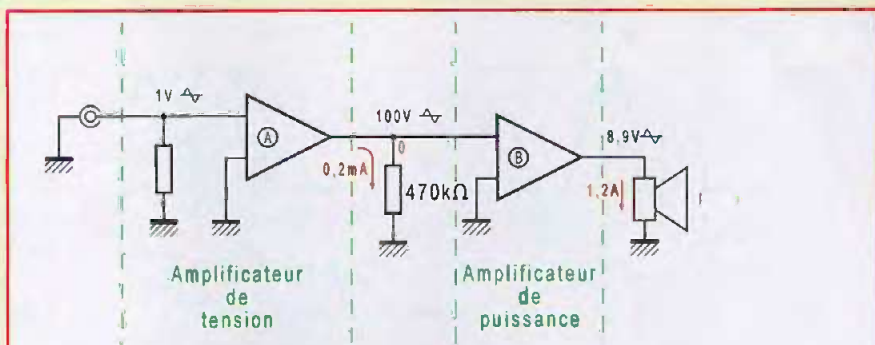

Figure 1 : Schéma très élémentaire d'un amplificateur de « tension » (A) attaquant un amplificateur de « puissance » (B)
C'est cette notion de courant qui est la plus importante. Nous avons représenté figure 1 un petit schéma très élémentaire constitué d'un amplificateur de « tension » (A) attaquant un amplificateur de « puissance » (B).